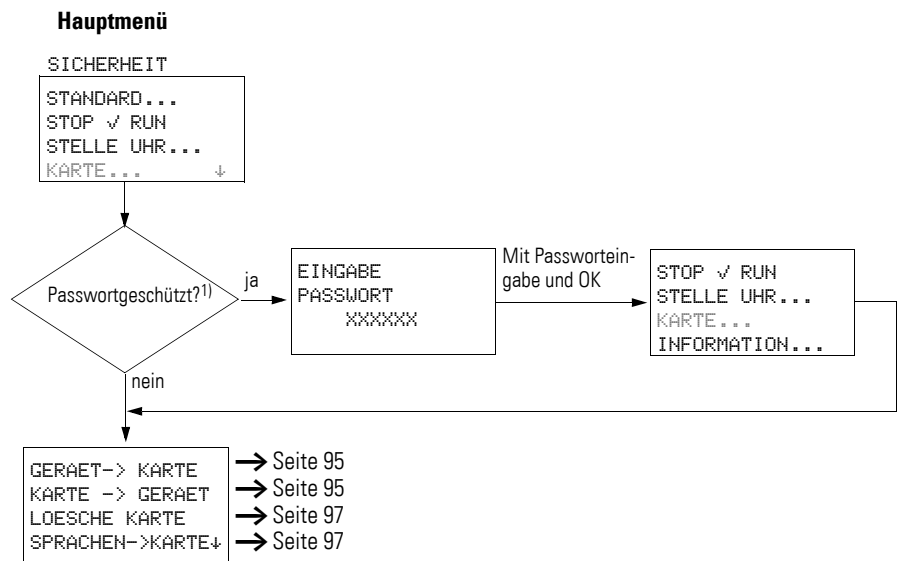

Abbildung 46: Menü KARTE wählen
- Sie befinden sich im Menü KARTE und der Passwortschutz ist aufgehoben, ➔ Abbildung 46 auf Seite 94.